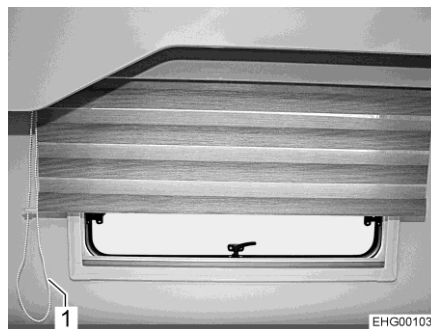

Bild 103 Vario-Rollo, Heckbereich
- An dem Strang der Ziehkette (Bild 103,1) ziehen, der das Vario-Rollo schließt, bis das Vario-Rollo in der gewünschten Stellung steht.
- An dem Strang der Ziehkette (Bild 103,1) ziehen, der das Vario-Rollo öffnet, bis das Vario-Rollo in der gewünschten Stellung steht.